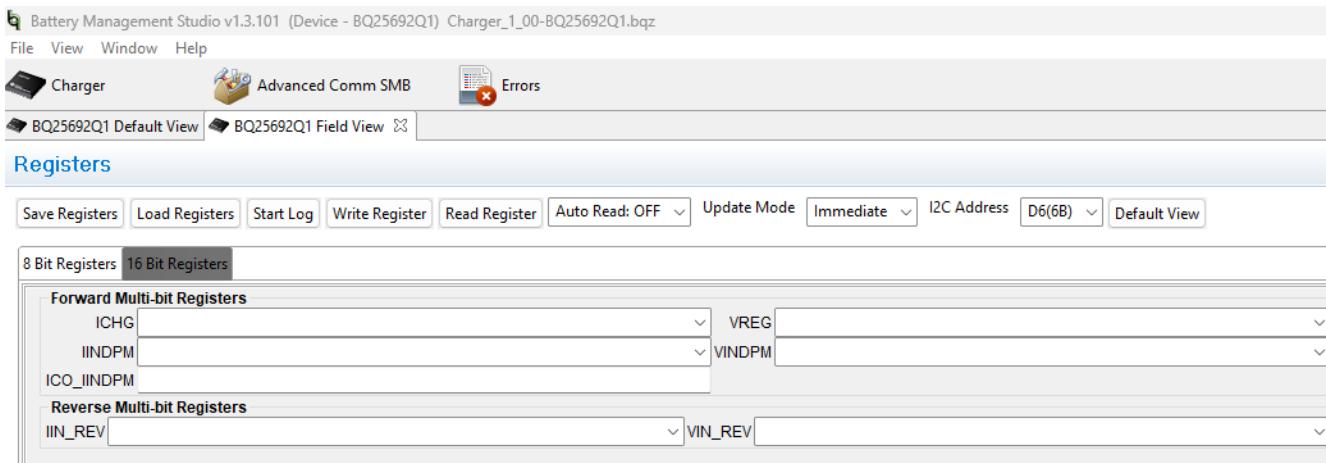

図 3-2. BQ25692-Q1 評価基板ソフトウェアの 8 ビットおよび 16 ビットレジスタタブのフィールドビュー
- 表示されるウィンドウのリボンの右側で **Field View** を選択すると、BQ2569x 評価基板ソフトウェアのメイン ウィンドウが図 3-2 のように表示されます。
- フィールドビュー (図 3-2 を参照) で、必要に応じて以下の変更を行います。